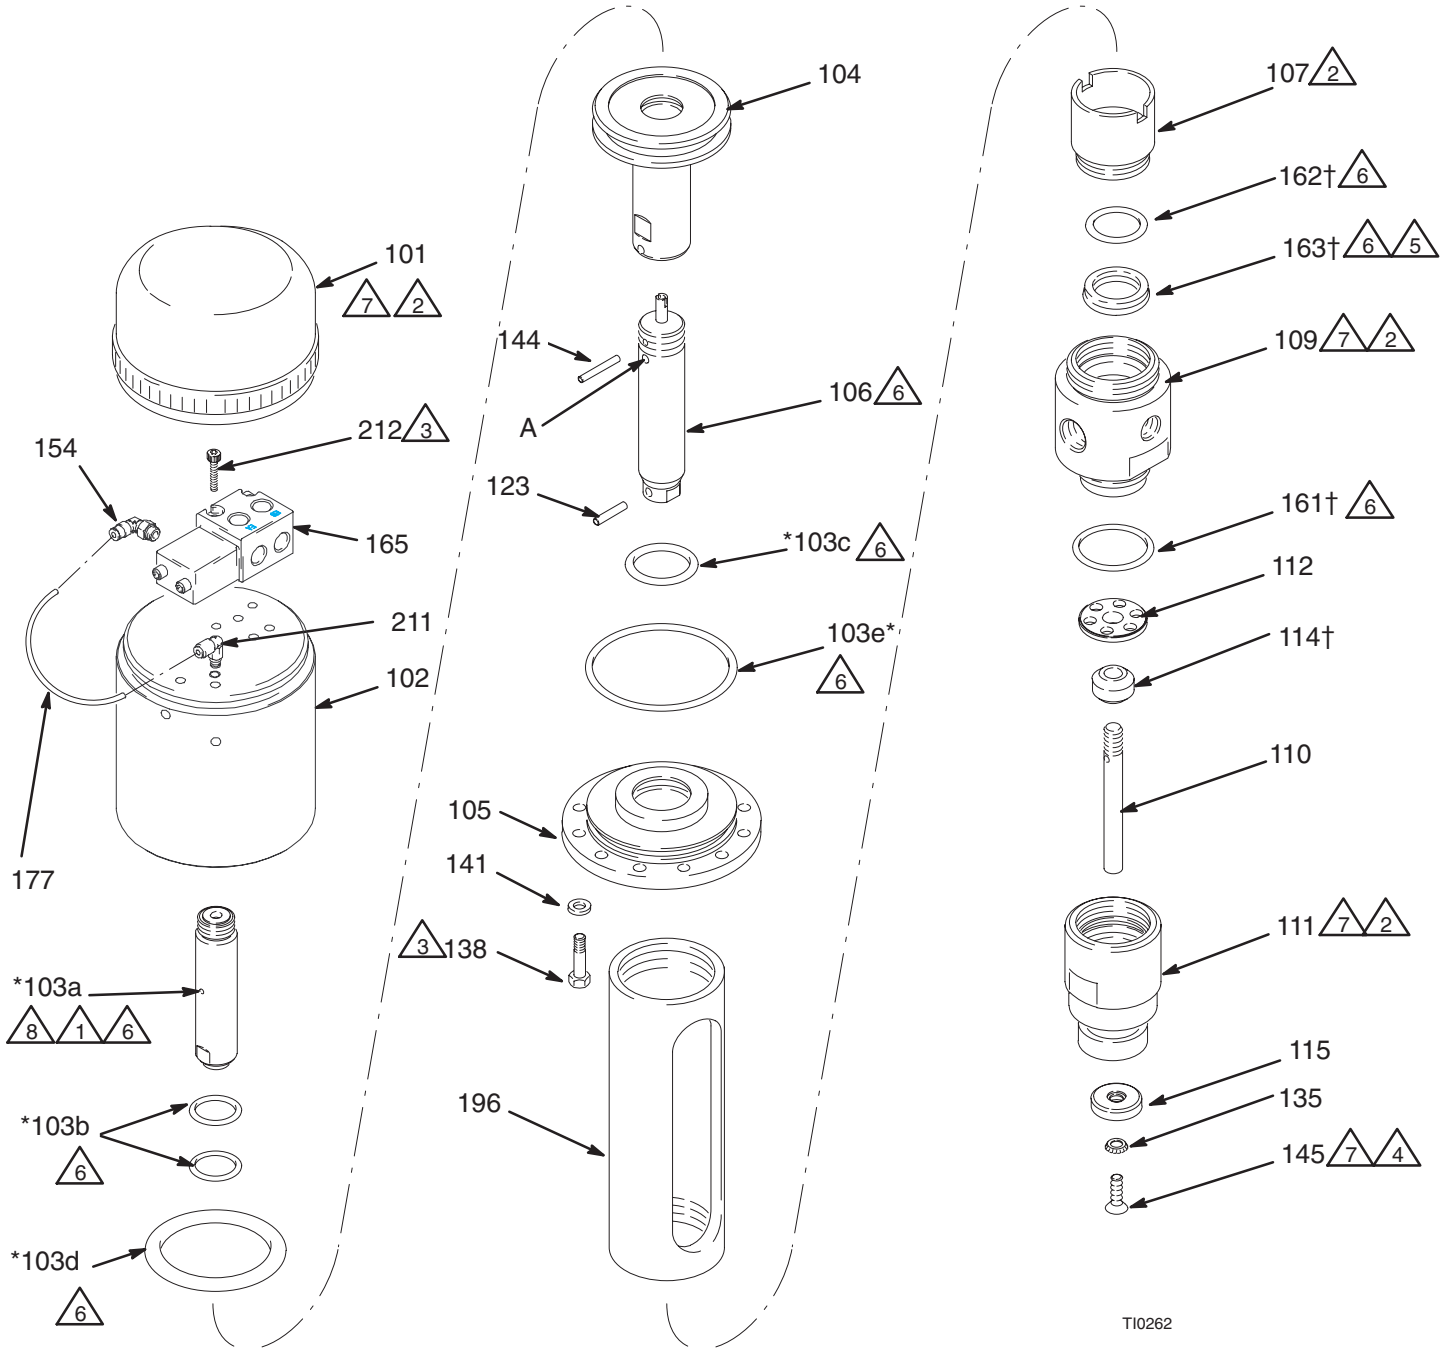

Fig. 4
Desmontaje (Ver Fig. 4)
2. Enrosque el eje del pistón de cebado (110) en el pistón de fluido (106) hasta que los orificios queden alineados. Introduzca el pasador (123) por los orificios. Deslice cuidadosamente hacia abajo el conjunto del eje y el pistón a través de la copela húmeda y el alojamiento de fluido.
3. Coloque la válvula de admisión (114†) en el asiento del alojamiento de la válvula de admisión (111). Introduzca el tope de válvula (112) en el alojamiento de la válvula de admisión, con el lado plano dirigido hacia arriba. Compruebe que el tope de la válvula (112) se asienta en el reborde del alojamiento de admisión. Lubrique la junta tórica (161†). Para evitar dañarla, dóblela hasta conseguir la forma de un riñón, e introdúzcala cuidadosamente en la ranura interior del alojamiento de la válvula de admisión (111).
4. Aplique lubricante de roscas en las roscas inferiores del alojamiento de fluido (109). Junte el alojamiento de fluido y el alojamiento de la válvula de admisión (111), asegurándose de que el eje del pistón de cebado (110) pasa a través del tope de válvula (112) y la válvula de admisión (114) instalada en el alojamiento (111) sobre el alojamiento de fluido (109), después apriete a un par de 35–37 N.m.
5. Aplique lubricante a las roscas del tornillo (145). Inmovilice el pistón de fluido (106) introduciendo un pequeño destornillador o punzón en el orificio de 4 mm de diámetro (A). Instale el pistón de cebado (115) en el extremo del eje del pistón de cebado (110), utilizando el tornillo (145) y la arandela de seguridad (135). Apriete a un par de 1,7–2,3 N.m.
6. Aplique lubricante a las roscas superiores del alojamiento de fluido (109). Enrosque el acoplamiento del motor neumático (105) en el alojamiento de fluido, y apriete a un par de 35–37 N.m.
7. Instale la junta tórica grande (103e*) en el diámetro exterior del acoplamiento del motor neumático (105), y la junta tórica pequeña (103c*) en la ranura del diámetro interior del acoplamiento.
8. Instale las dos juntas tóricas pequeñas (103b*) en las ranuras del diámetro interior del pistón del motor neumático (104). Baje el pistón a través del acoplamiento del motor neumático (105) de forma que engrane las roscas del pistón de fluido (106). Enrosque el pistón del motor neumático en el pistón de fluido, alineando los orificios para conseguir el máximo engrane de las roscas. Meta el pasador (144) en los orificios.
9. Instale la junta tórica grande (103d*) en el diámetro exterior del pistón del motor neumático (104).
10. Aplique adhesivo en las roscas del conjunto del alojamiento (103a*) y enrosque el conjunto en el cilindro del motor neumático (102). Apriete a un par de 8–10 N.m. Aplique lubricante al diámetro exterior del conjunto del alojamiento de la válvula neumática (103a) y al diámetro interior del cilindro del motor neumático (102).
11. Baje el cilindro del motor neumático (102) hasta el acoplamiento del motor neumático (105). Alinee la entrada de aire con la salida de fluido, tal como se indicó en el paso 1 del apartado **Desarmado**. El conjunto del alojamiento de la válvula neumática (103a) se deslizará hacia abajo, hacia el pistón del motor neumático (104). Sujete el cilindro al acoplamiento con los tres tornillos (138) y las arandelas (141). Apriete los tornillos a un par de 2–4 N.m.
12. **Si fuera necesario reemplazar la válvula neumática (165)** alinee e instale la nueva válvula neumática encima del cilindro del motor neumático (102), tal como se muestra en la Fig. 4. Instale los dos tornillos de montaje y las arandelas y apriete a un par de 2–4 N.m. Lubrique las tuercas superiores del cilindro del motor neumático (102). Enrosque la tapa de cilindro (101) en el cilindro.
13. Baje la bomba a través del soporte de montaje (33). Oriéntela en la dirección correcta y sujete el soporte utilizando los tres tornillos (138) y las arandelas (141). Apriete los tornillos a un par de 2–4 N.m. Vuelva a instalar el racor de salida de fluido (28).
14. Vuelva a instalar el conjunto del plato seguidor en el alojamiento de admisión de fluido (111). Sujételo con los dos tornillos de cabeza (302). Vuelva a conectar todas las mangueras y a poner en marcha la bomba.